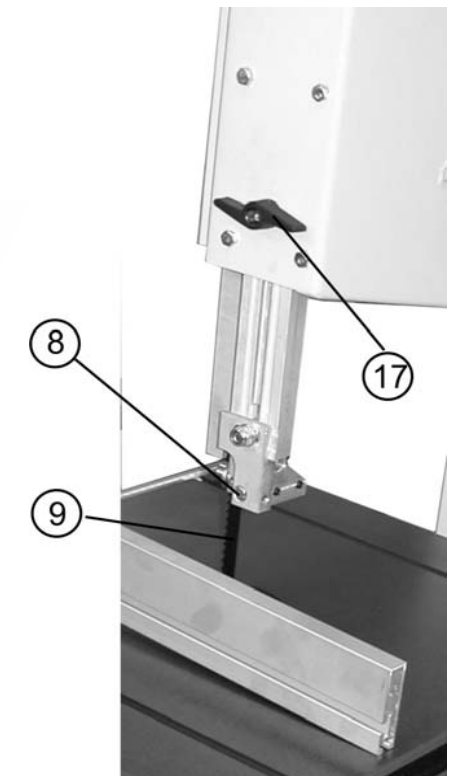

Рис.11
11.5. Регулировка высоты пиления Рис.11